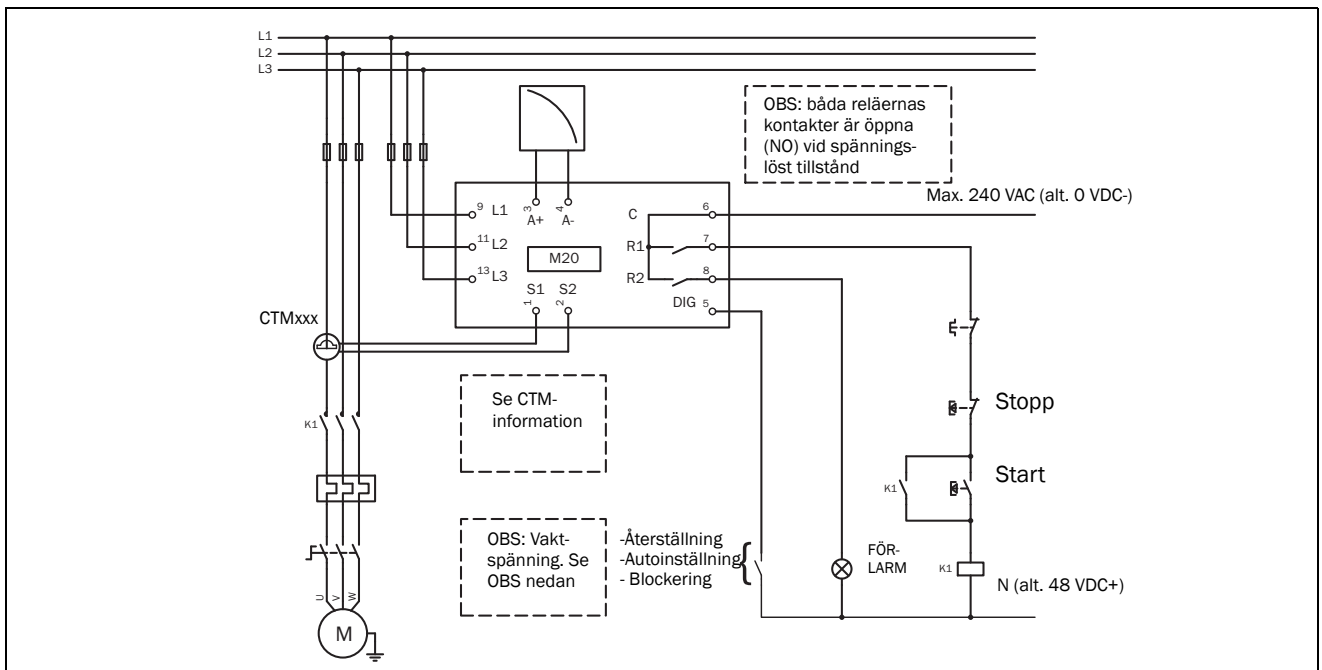

Fig. 2 Anslutningsexempel
**OBS: Strömtransformatorn (CTMxxx) ska placeras i den fas som är ansluten till plint 9 (L1). Se Fig. 2.**